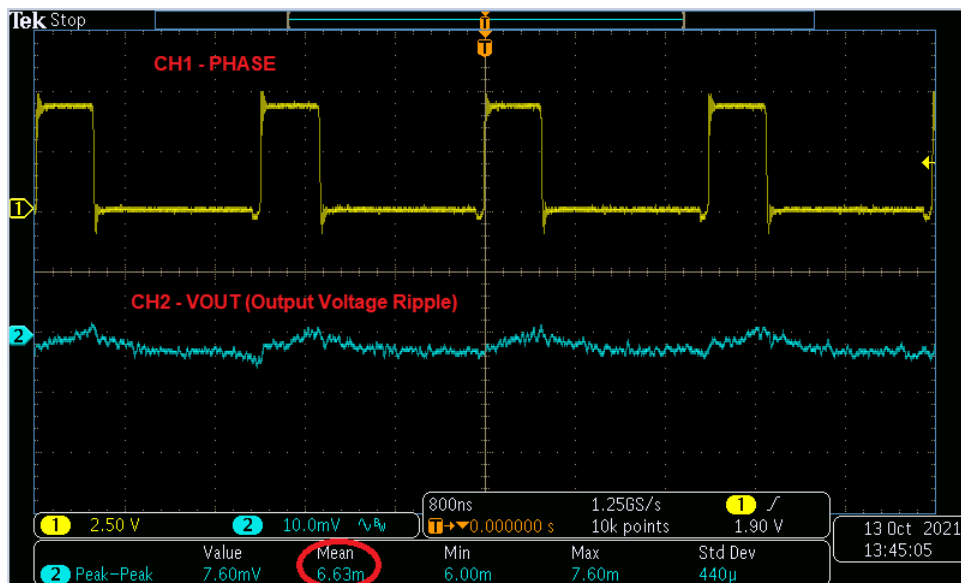

图 4-2. 输出电压纹波  $V_{IN} = 5V$  ,  $V_{OUT} = 1V$  ,  $I_{OUT} = 18A$
在示波器上显示 CH1 (PH) 和 CH2 (VOUT) [交流耦合，BW = 20MHz]，以监控开关相节点和输出电压纹波，如图 4-2 所示。